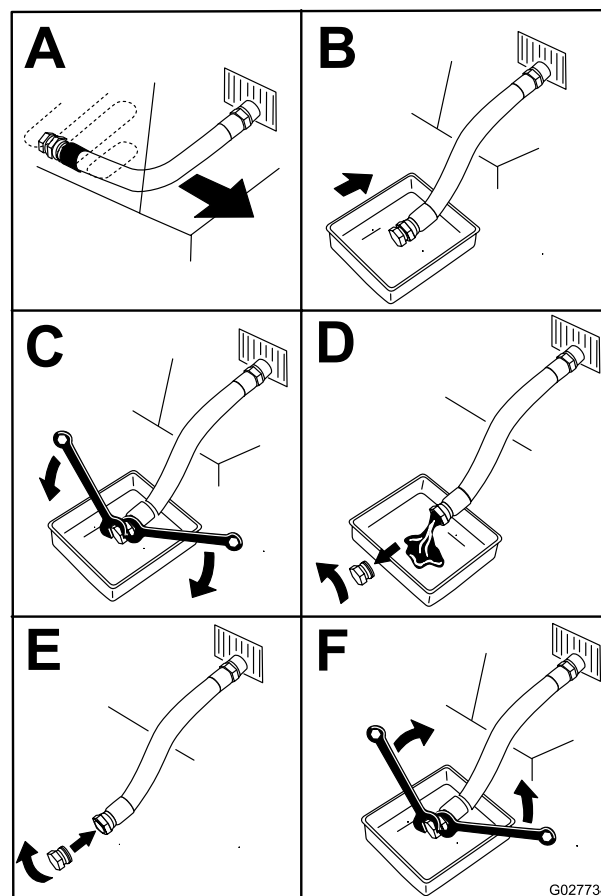

Figura 30
4. Cambiate l'olio come illustrato nella Figura 30.